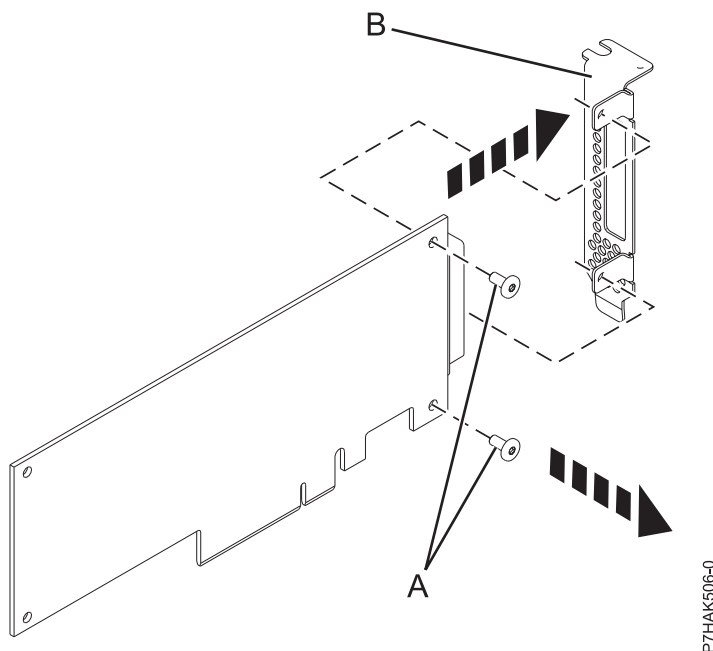

Abbildung 36. Kurzen Haltesteg aus einem PCIe-Adapter ausbauen
2. Entfernen Sie mit einem Kreuzschlitz-Schraubendreher die beiden Schrauben (**A**), mit denen der Haltesteg (**B**) am PCIe-Adapter befestigt ist, wie in Abb. 36 dargestellt.